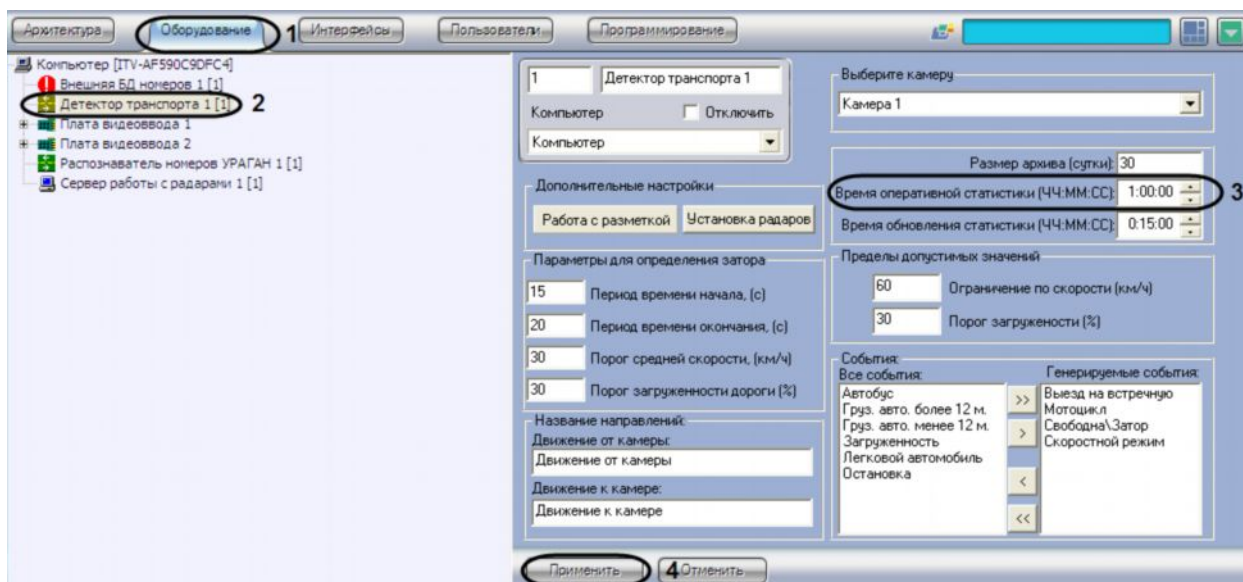

Рис. 7.5.5-1 Задание временного диапазона обновления статистики
1. В диалоговом окне «Настройка системы» перейти на вкладку «Оборудование» (см. Рис. 7.5.5-1, 1).
2. В дереве объектов на вкладке «Оборудование» выбрать объект «Детектор транспорта», соответствующий настраиваемому программному модулю «Детектор транспорта» (см. Рис. 7.5.5-1, 2). В правой части вкладки «Оборудование» отобразится панель настройки выбранного объекта.
3. В поле «Время обновления статистики (ЧЧ:ММ:СС)» указать период времени, данные транспортного потока за который используются для расчета статистики, в формате «ЧЧ:ММ:СС» (см. Рис. 7.5.5-1, 3).
4. Нажать кнопку «Применить» (см. Рис. 7.5.5-1, 4).